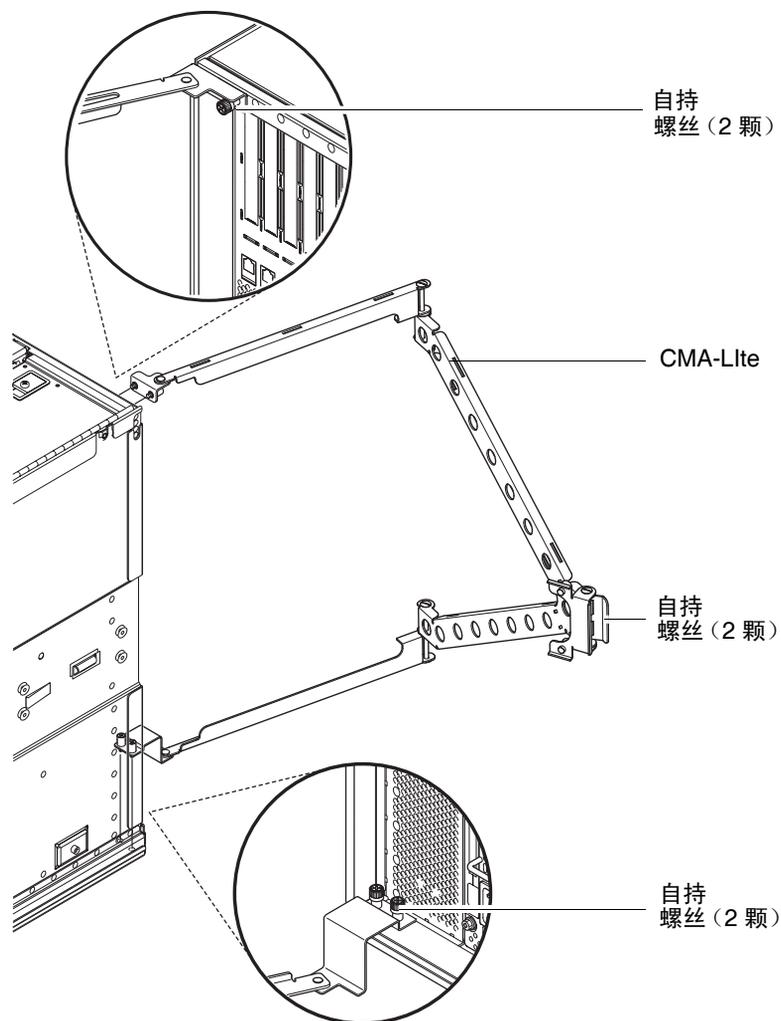

图 1-18 CMA-Lite 电缆管理臂
1. 使用两颗自持螺丝将上臂末端的转轴固定到服务器的后上部（图 1-18）。